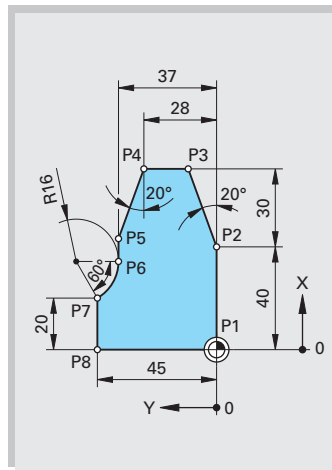

Bild 6: Profilplatte
7. **Profilplatte (Bild 6):** Die Außenkontur der Profilplatte wird in einem Schnitt auf einer NC-Maschine gefräst. Für die Konturpunkte P1 bis P8 sind die x- und die y-Koordinaten zu berechnen.